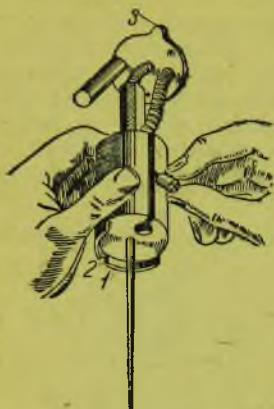

Рис. 84. Монтаж дроссельной заслонки с тросом управления
в дроссельной заслонке сделан прорез, через который легко выводится трос наружу (рис. 84). Чтобы дроссельная заслонка стояла своим козырьком (1) и прорезом в козырьке (2) по направлению потока, а также из-за предохранения от заеданий, в заслонке имеется отверстие, в которое вставляется цилиндрическая направляющая, вклепанная в крышку корпуса. Крышка корпуса имеет специальный ус (3), при помощи которого фиксируется положение крышки в корпусе карбюратора.